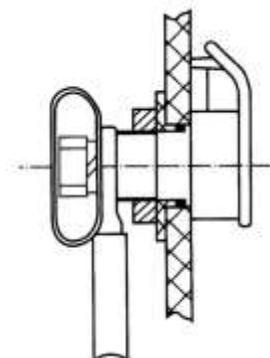

Рис. 15.
Примечание: не забудьте подключить провод непосредственно к контактной поверхности на изоляционном цилиндре. Не зажимайте крышку экрана между отводом и присоединительным контактом (Рис.15).
1) Выходящие отводы избирателя (для III-500/600 и I-1200/1500) (всего 6 проводов, рис.16) должны быть подсоединены к отводящим контактам на масляном баке контактора (рис.15).